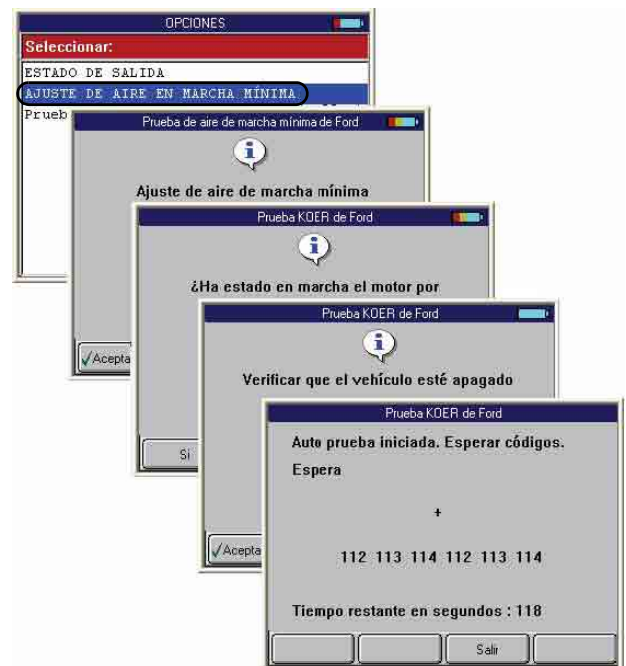

Figura 6.16: Pantallas: Opciones y de Instrucciones de prueba Ajuste de Aire en Marcha Mínima (Prueba KOER)
- 1 Siga los pasos en Leer y Mostrar Códigos \(Read y Display Codes\) en la página 30 para mostrar la pantalla Opciones. Figura 6.16: Pantallas: Opciones y de Instrucciones de prueba